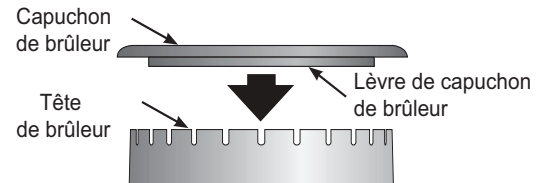

Figure 2 : Capuchon de brûleur
1. Retirer le capuchon de la tête de brûleur (voir Figure 2). Nettoyer le capuchon à l'eau chaude savonneuse et sécher soigneusement.